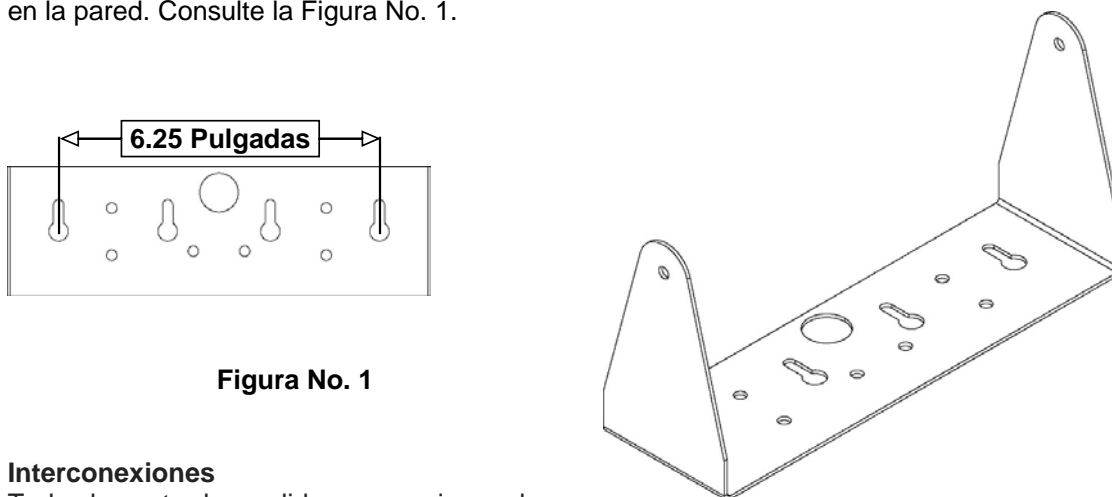

Figura No. 1
El indicador 180 y 180EU puede venir montado en una columna o puede optar por montarlo en un escritorio o una pared. Refiérase a la Figura No. 1 para las ilustraciones del soporte de la base. Dos (2) agujeros están ubicados en el soporte de la base para fijación a la pared. Este soporte se puede quitar o dejar en su lugar para el uso de escritorio.
El indicador se puede montar en un escritorio u otra superficie lisa, superficie horizontal o puede montarse en una pared usando dos tornillos # 10 situados a 6.25 pulgadas de distancia en la pared. Consulte la Figura No. 1.